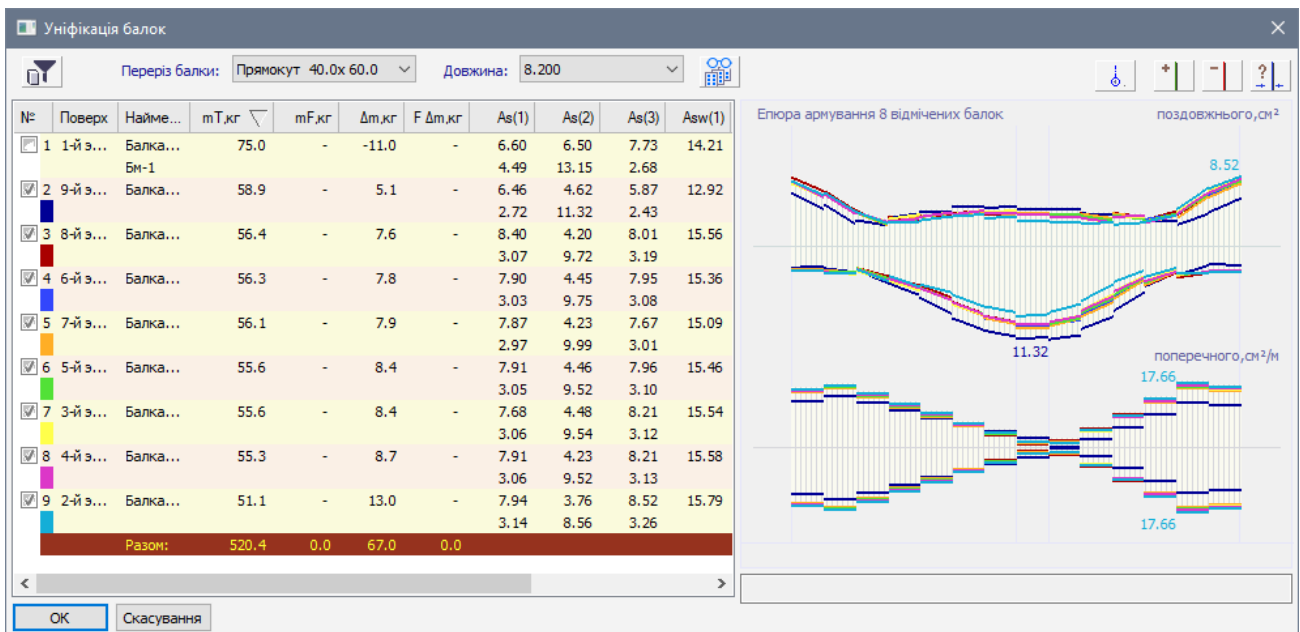

Рис. 27.28. Діалогове вікно **Уніфікація балок**
- Відмітьте прапорцями балки з 2-го по 9-ю (рис. 27.28) і створіть для них марку **Бм-2** способом, описаним вище.